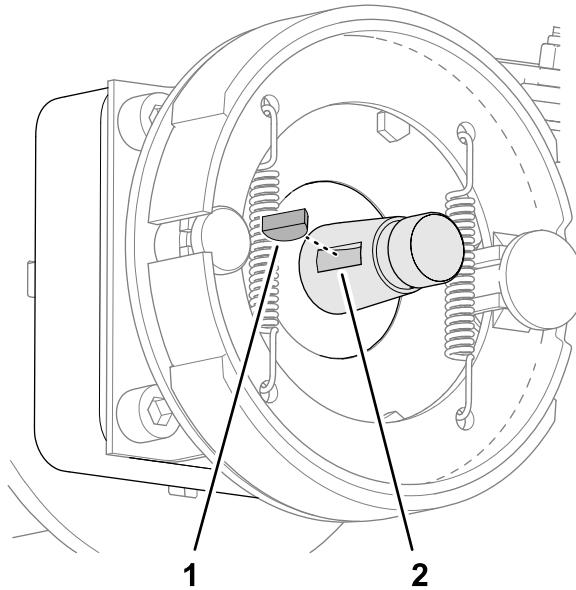

Figura 79
- Rimuovete la chiave di Woodruff dall'albero motore della ruota (Figura 79).